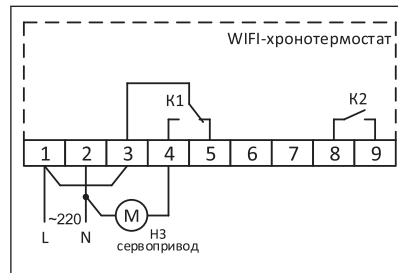

Рис. 3. Подключение нормально закрытых сервоприводов — 220 В
6.2.3. В случае работы с нормально закрытым сервоприводом, подключение производится к клеммам 2 и 4 (рис. 3).